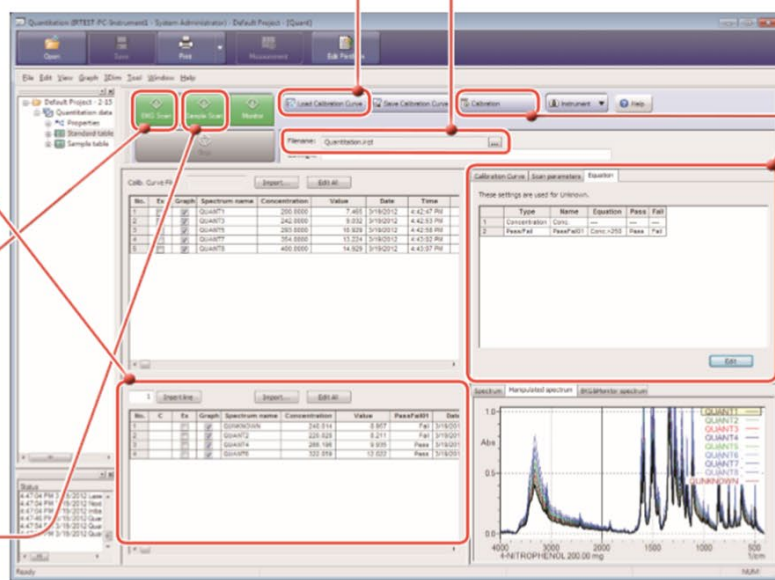

Figura 6 Ventana para la cuantificación. Cuantificación de muestras desconocidas.
- Cuantificar muestras desconocidas (QUANTITATION 2): Después de contar con un modelo de calibración se puede hacer la lectura y posterior cuantificación de las muestras desconocidas desde la pestaña de cuantificación. Ver Figura 6